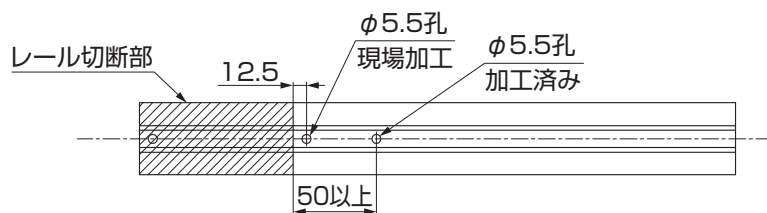

図11-6
- ⑤レール切断部から加工済みの孔まで50mm以上の場合は、図を参照して、孔を追加加工をしてください。(図11-6参照)